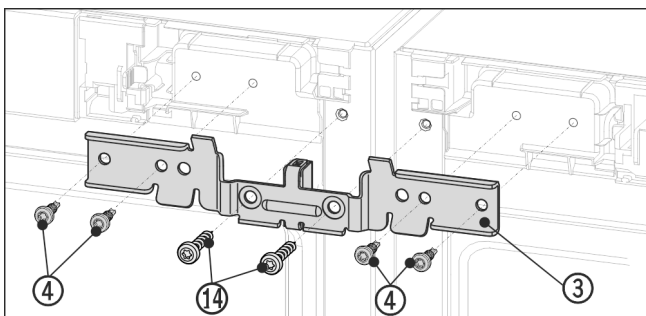

Fig. 12 Példaként szolgáló ábrázolás
- ▶ Tolja a rögzítővasat Fig. 12 (3) és a távtartót a készülékek közé és rá a csapra. Csavarozza fel lazán a rögzítővas jobb és bal oldalát a négy csavarral Fig. 12 (4) és a korábban kitekert földelőcsavarokkal Fig. 12 (14) felváltva.